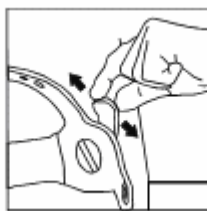

Figura 10
2.2 Există găuri de poziționare pe partea capului de sudură. Ajustarea locului de prindere pe orificiile de poziționare poate schimba vederea punctului și poate regla unghiurile de vedere atunci când sudorul se uită în sus, priviți la nivelul ochilor și priviți în jos. (pentru a vedea figura 10)